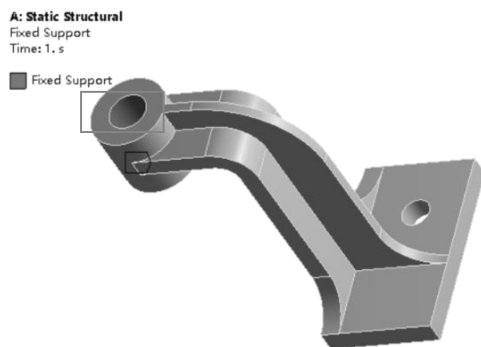

图 12-4 创建固定约束
(1) 单击【Static Structural (A5)】。
(2) 施加固定约束：在标准工具栏中单击 ，选择支撑通孔，然后在环境工具栏中单击【Supports】→【Fix Support】，如图 12-4 所示。